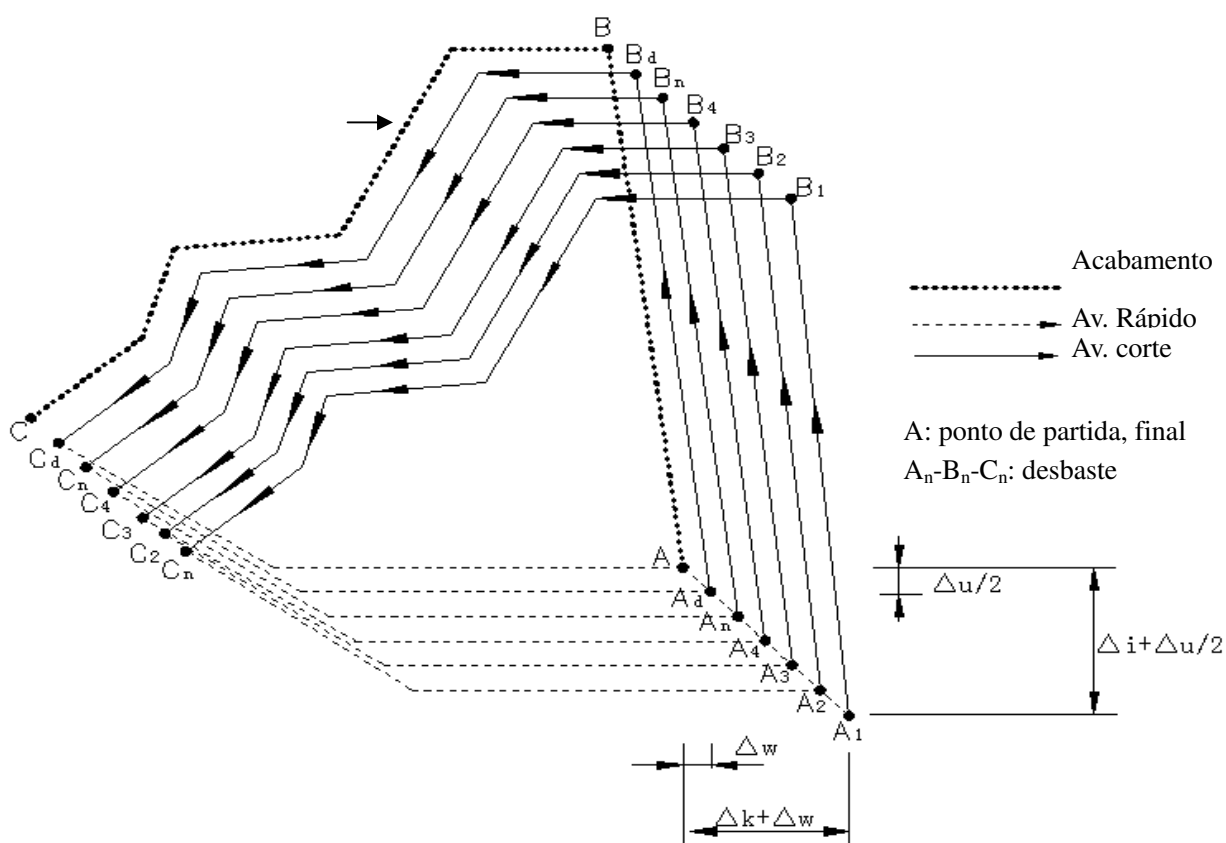

Fig. 3-42 Caminho G73
De acordo com o caminho de acabamento, o sobre metal de acabamento, o caminho de avanço e retorno da ferramenta, o sistema conta automaticamente o caminho de desbaste, o avanço na peça da ferramenta e o caminho de desbaste, o caminho de cada corte é o offset do caminho de acabamento, o caminho de corte aborda gradativamente o acabamento, e o ultimo caminho de corte é um acabamento de acordo com o sobre metal. O ponto de partida e o ponto final do G73 é o mesmo, e o G73 é aplicado para desbaste de peças formadas. O comando G73 é um não modal e seu caminho esta como na Fig.3-42.
**Processo de execução:** (Fig. 3-42)
- ①  $A \rightarrow A_1$ : movimento rápido
- ② Primeiro desbaste  $A_1 \rightarrow B_1 \rightarrow C_1$  :